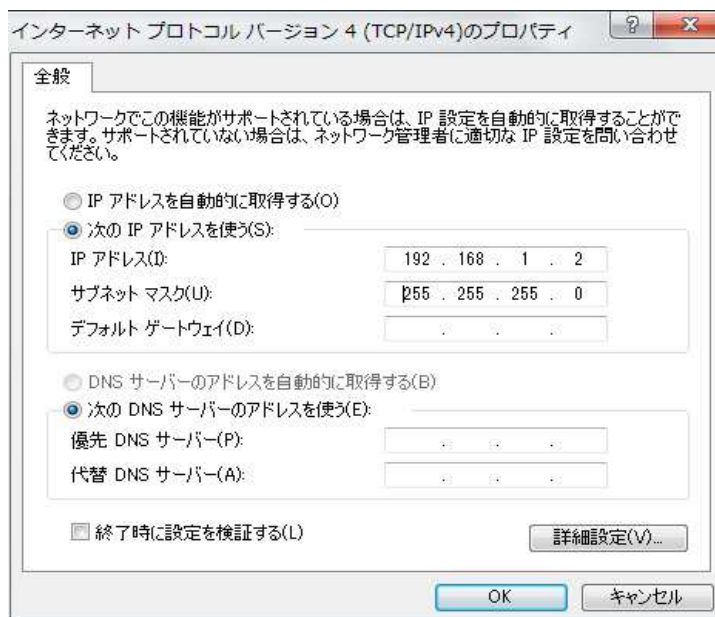

図6 インターネットプロトコルバージョン4プロパティウインドウ
6) "次の IP アドレスを使う"を選択し、図6に示すように入力します。